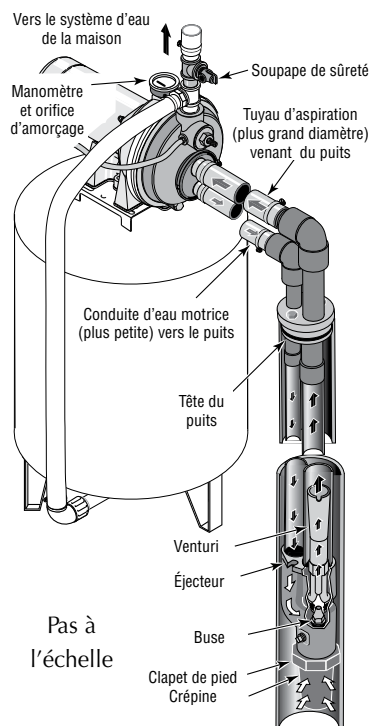

Figure 10 : Puits profond de 4 pouces et de plus grand diamètre
Puits de 4 pouces de diamètre ou plus grand (Figure 10)
2. Assembler le nécessaire d'éjecteur FP4800 (**vendu séparément**). Voir la Figure 10. Suivre les instructions fournies avec le nécessaire de façon à assortir la buse et le venturi en fonction des conditions du puits.